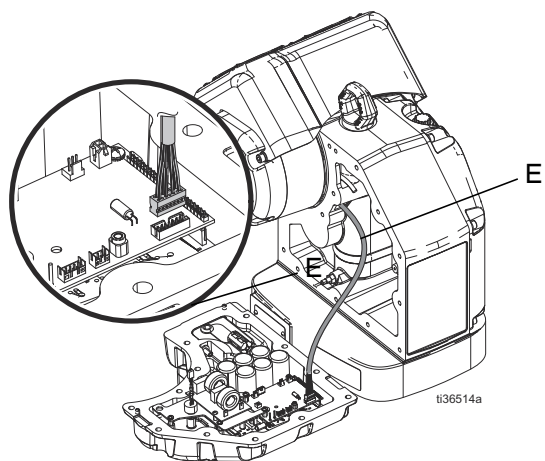

FIG. 21: Kodarsladd
- Kodarledning (E). Se FIG. 21 på sidan 17.